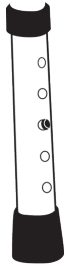

FIGURE 1
4. Make certain that the height adjusting snap buttons fully protrude through the same respective hole of each leg extension. This will ensure that the leg extensions are securely locked in position and an even height is achieved (see Figure 1).
4. Assurez-vous que les boutons à ressort de l'ajustement de la hauteur soient bien sortis de leur encoche et à leur place respective sur chaque pied. Ceci afin qu'ils soient solidement verrouillés et tous à la même hauteur. (Voir Figure 1).